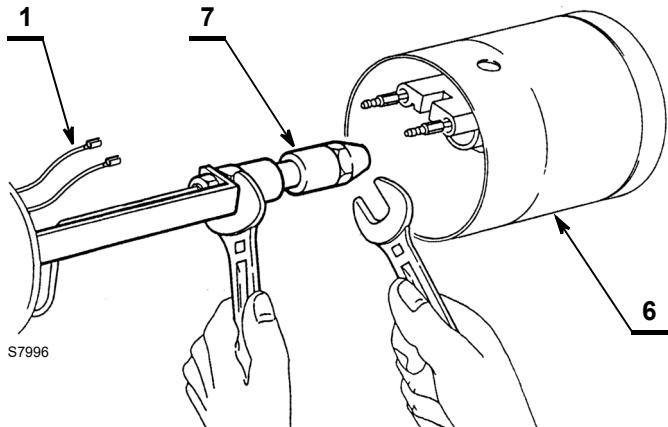

Fig. 21
- Remplacer le gicleur 7) (Fig. 21) en tenant le porte gicleur à l'aide d'une clé.